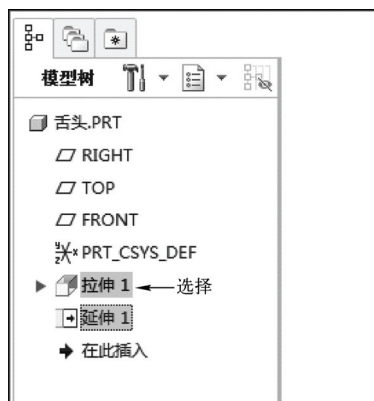

图 9-71 选择相应选项
STEP 02 按住〈Ctrl〉键的同时，在模型树中依次选择“拉伸 1”和“延伸 1”选项，如图 9-71 所示。